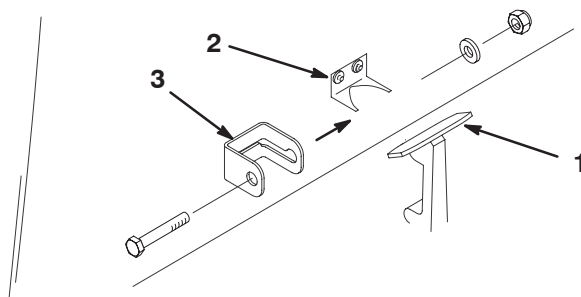

Figure 8
1. Décrochez le verrou du capot de son support (Fig. 8).
2. Glissez la patte de blocage du capot sur le verrou (Fig. 8).
3. Raccrochez le verrou sur le support du verrou de capot (Fig. 8).
4. Insérez un boulon (1/4 x 1-1/2") dans la patte de blocage du capot et fixez-la à l'aide d'une rondelle plate et d'un contre-écrou (Fig. 8).